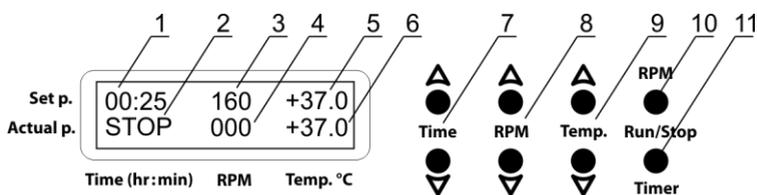

Рисунок 1. Панель управления
- 5.2. Включается дисплей прибора. В верхнем ряду отображается ранее установленное время в часах и минутах (рис. 1/1), скорость в оборотах в минуту (рис. 1/3) и температура в °C (рис. 1/5), в нижнем ряду показываются текущие значения соответствующих параметров: таймер (индикация STOP, рис. 1/2), скорость (рис. 1/4) и температура камеры (рис. 1/6), которая автоматически начинает подниматься согласно выставленной.
- 5.3.1. **Установка времени (Time).** Используя кнопки ▲ и ▼ **Time** (рис. 1/7), установите необходимый интервал работы в часах и минутах (шаг 1 мин.).
- 5.3.2. **Установка скорости (RPM/Shaker).** Используя кнопки ▲ и ▼ **RPM** (рис. 1/8), установите необходимую скорость перемешивания в оборотах в минуту (шаг 10 об/мин).
- 5.3.3. **Установка температуры (Temp.°C).** Используя кнопки ▲ и ▼ **Temp.** (рис. 1/9), установите необходимую температуру в градусах Цельсия (шаг 0,1 °C). Термостатирование камеры начинается автоматически.
**Внимание!** Термостатирование камеры может быть отключено только выставив температуру ниже 25 °C, вручную понизив её кнопкой ▼ **Temp.** (рис. 1/9) пока на дисплее в сегменте **Temp.°C** в верхнем ряду не появится индикация OFF.
- 5.4.2. Нажмите кнопку **RPM Run/Stop** (рис. 1/10, на модели **ES-20/60** кнопка подписана как **Shaker Run/Stop**). Платформа начинает движение, таймер запускает отсчёт времени, с точностью в 1 минуту.
- 5.5. **Завершение программы.** По истечению установленного времени, движение платформы прекращается и дисплей отображает мигающую индикацию STOP (рис. 1/2), сопровождаемая повторяющимся звуковым сигналом, пока не будет нажата кнопка **RPM** или **Shaker Run/Stop**.
- 5.6. Если продолжительность работы не установлена и таймер в верхнем ряду дисплея (рис. 1/1) показывает 00:00, при нажатии кнопки **RPM** или **Shaker Run/Stop** прибор начинает непрерывное движение. На дисплее, сегмент **Time** показывает индикацию OFF в верхнем ряду (рис. 1/1) и таймер отсчёта в нижнем ряду (рис. 1/2). Для остановки платформы, нажмите кнопку **RPM** или **Shaker Run/Stop**.
**Внимание!** По истечению установленного времени движение платформы прекращается автоматически, но термостатирование может быть отключено только выставив температуру ниже 25 °C, вручную понизив её кнопкой ▼ **Temp.** (рис. 1/9) пока на дисплее в сегменте **Temp.°C** в верхнем ряду не появится индикация OFF.
- 5.7. Таймер можно перезапустить во время работы прибора, при необходимости. Дважды нажмите кнопку **Timer Run/Stop** (рис. 1/11), первый раз для остановки, второй для перезапуска.